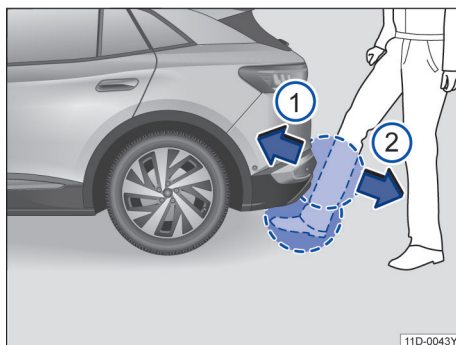

图 54 感应式打开行李厢盖 (Easy Open)
- 脚和小腿快速移动到靠近保险杠处。小腿必须位于上部传感区内，脚必须位于下部传感区内 → 图 54。